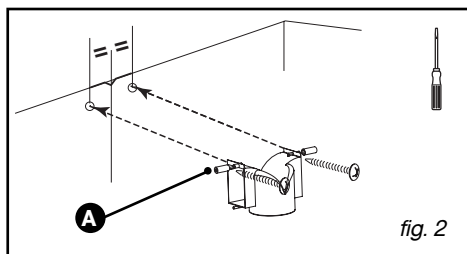

fig. 2
- Coloque o deflector plástico de fumos contra a parede, encoste-o ao tecto e fixe-o com os dois parafusos (fig. 2). Não se esquecer de centrar o deflector em relação ao traço vertical feito na parede (fig. 2).
Para os modelos > 700 mm, adicionar as 2 barras espaçadoras fornecidas na bolsa (A/fig 2).